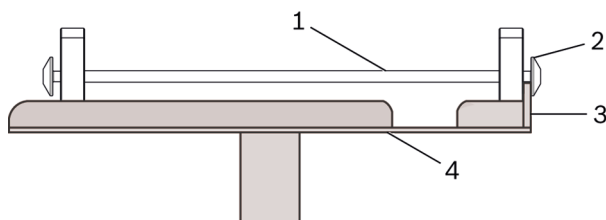

图 2：在通用板上支撑
3. 将支架放置在发动机和变速箱千斤顶的通用板上。如图所示，确保安全轴套夹紧在通用板的前缘后面（请参见图 2）。
- ▶ 严格按照第 3 点和图 2 所示放置和固定支架。